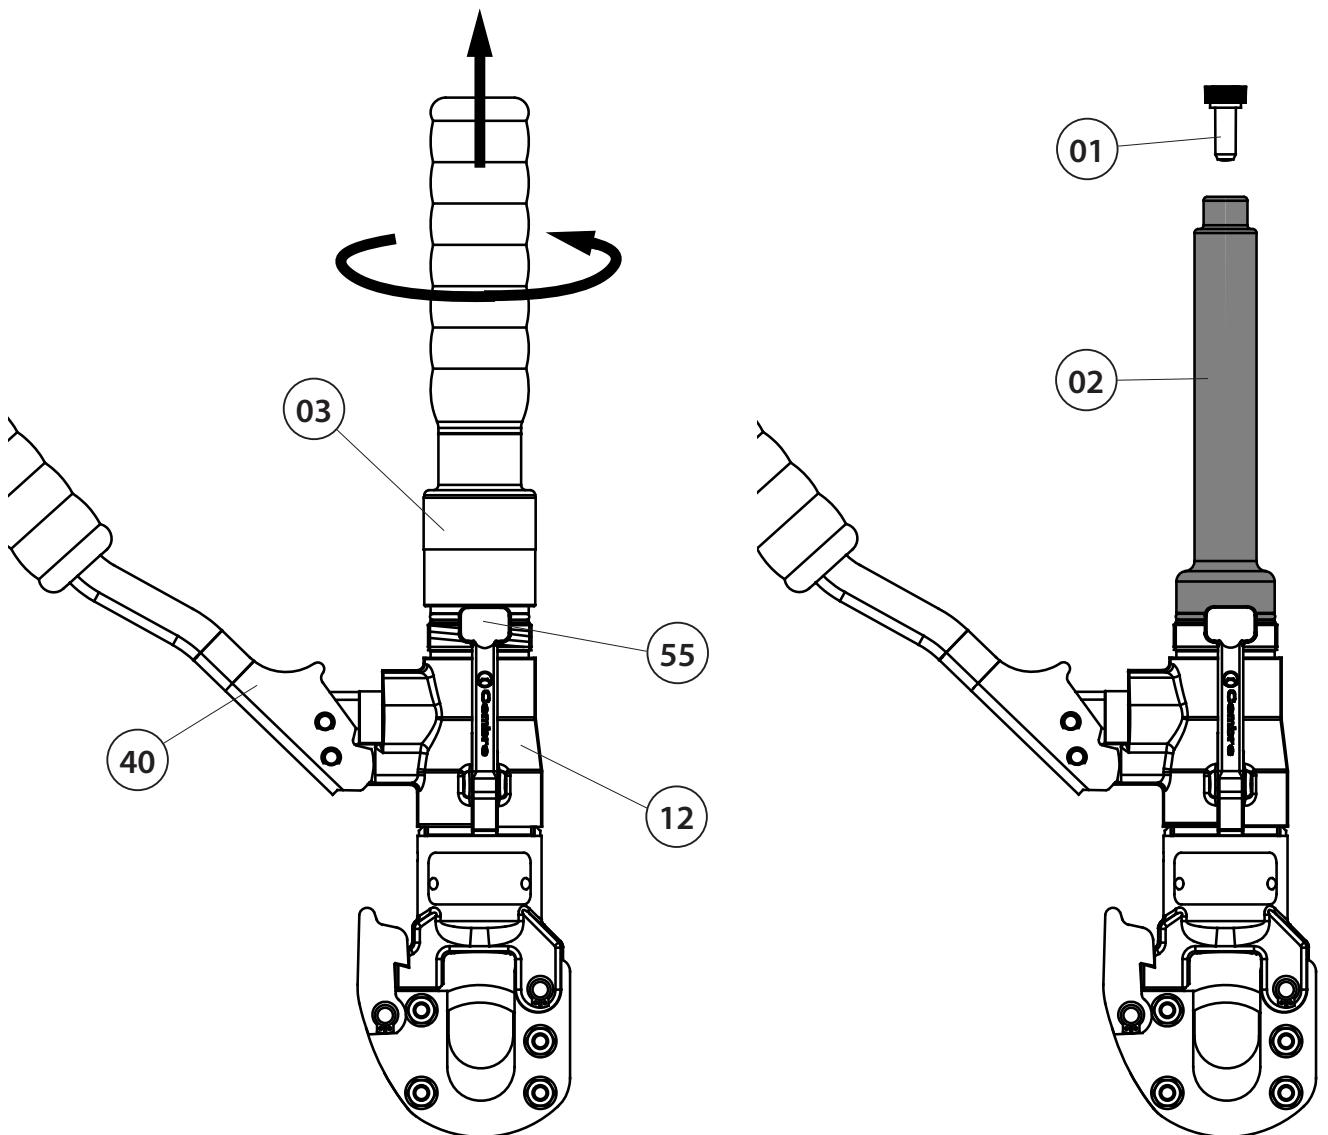

FIG. 3 TOOL POSITION FOR MAINTENANCE OPERATIONS
## 4. MANUTENZIONE (Rif. a Fig. 3)
- a – Capovolgere l'utensile e bloccarlo in una morsa in posizione verticale (rif. Fig. 3) con il manico mobile (40) divaricato.
- b – Svitare dal corpo (12) il manico fisso (40) e sfilarlo completamente, mettendo in vista il serbatoio di gomma (02) dell'olio.
- c – Estrarre il tappo (01) del serbatoio dell'olio.
- d – Azionare tre o quattro volte il manico mobile (40), facendo avanzare il pistone (28).
- e – Rilasciare la pressione dell'olio tramite la leva (55), fino a che il pistone non sia arretrato completamente ed in modo che l'olio sia ritornato tutto nel serbatoio.